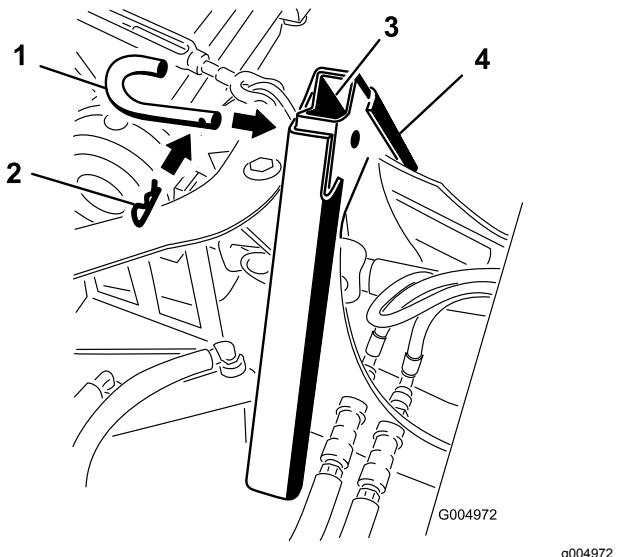

Рисунок 14
- Соедините переходники вместе с помощью штифта для навесного оборудования и шпильки, как показано на \(Рисунок 14\). При